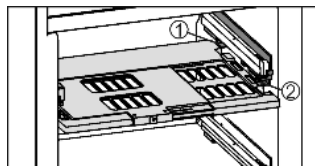

Fig. 8
► Vložení police s regulací vlhkosti: Výstupky víka police zespod zaveďte do zadních držáků Fig. 8 (1) a vpředu zaklesněte do držáku Fig. 8 (2).